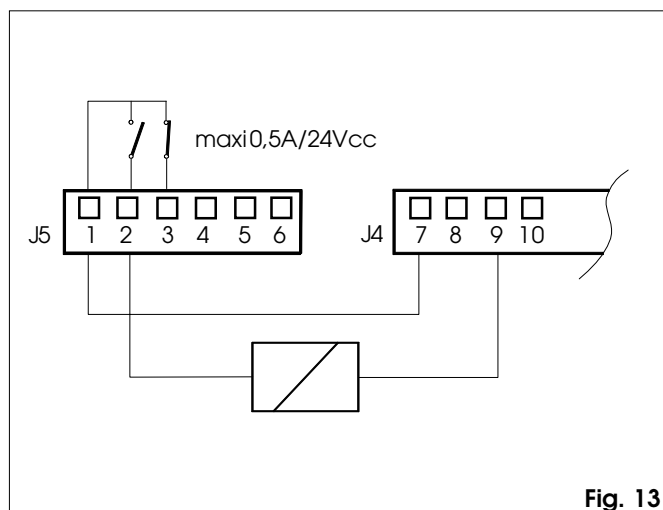

Fig. 13
⑥ Bornier J5 Connexion des Sorties à relais (fig. 13, 14, 15)**Description du bornier****1 Électroserrure - Commun****2 Électroserrure - Contact N.O. (portée maxi 0,5 A/24 V) (fig. 13).**